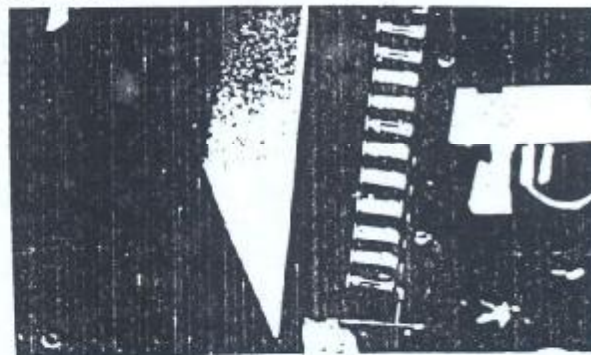

Figura 9.37.2 - Parafusos de fixação da caixa de fusíveis
3. Remover os parafusos de fixação da caixa de fusíveis ao suporte e remover a caixa de fusíveis (Figura 9.37.2).